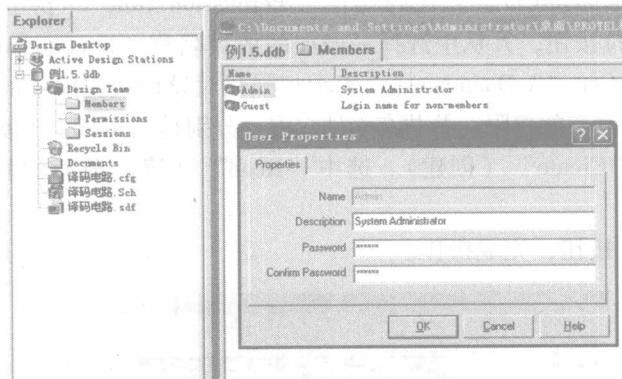

图 1-14 “Properties”对话框
(1) 打开“Members”文件夹。
(2) 在设计窗口中在需要修改密码的成员名称上双击，弹出“Properties”对话框，然后在“Password”和“Confirm”选项中均输入密码“123456”，如图 1-14 所示。
(3) 修改完后，单击“OK”按钮。